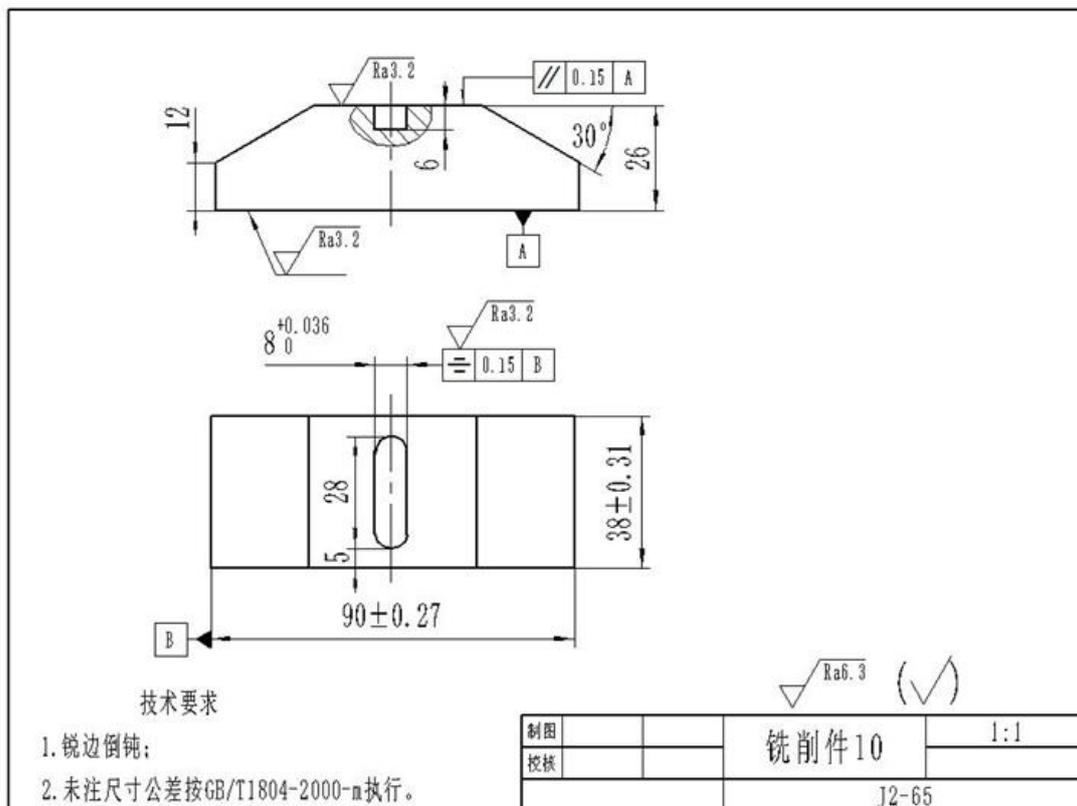

图 2.65 铣削件 10
(1) 任务描述: 试在 X5032 铣床上加工如图 2.65 工件, 所提供的工件毛坯规格: 长、宽、高为  $95\text{mm} \times 40\text{mm} \times 30\text{mm}$ , 45 钢。根据使用要求, 需要将毛坯铣削成  $90\text{mm} \times 38\text{mm} \times 26\text{mm}$  长方体, 保证图示位置上下两个表面结构  $Ra3.2 \mu\text{m}$  且平行度要求为  $0.15\text{mm}$ , 其余表面结构  $Ra6.3 \mu\text{m}$ ; 在此基础上, 图示位置还需加工宽度为  $8\text{mm}$  封闭键槽和两个  $30^\circ$  斜面; 最终结构要素的加工形状、公差要求以及表面质量等以图纸标注为准。